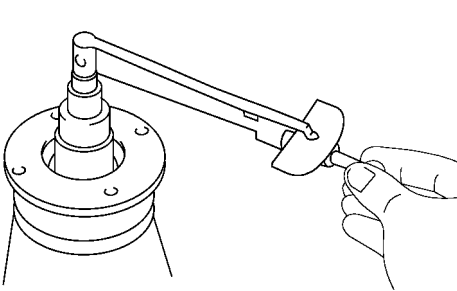

图 14-137 用扭力扳手测量总预紧力矩
(6) 检查总预紧力矩。使用扭力扳手测量总预紧力矩，如图 14-137 所示。